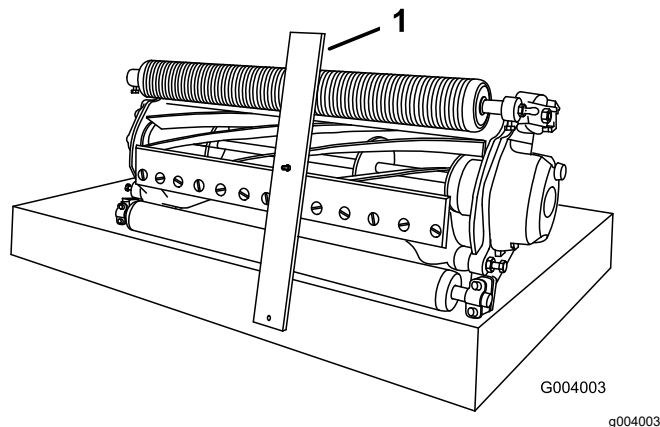

Рисунок 15
2. Зацепите головку болта измерительной планки регулировки высоты скашивания за правую сторону режущей кромки неподвижного ножа и приложите задний конец планки к задней части валика (Рисунок 15).